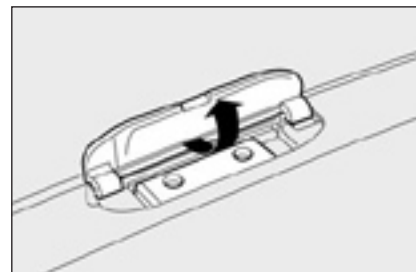

рис. 117
- для моделей без люка: поднимите заглушки с помощью отвертки, представленной в наборе инструментов, чтобы добраться до посадочных мест крепления **рис. 117**;